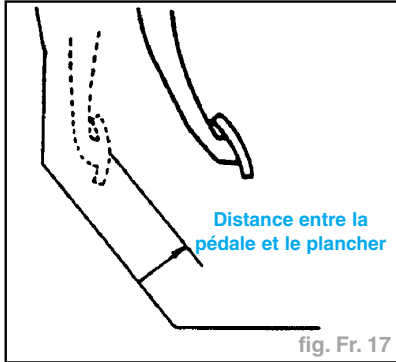

fig. Fr. 17
- Mettre le moteur en marche et s'assurer que la distance qui sépare le plancher et le centre du couvre-pédale est dans les limites spécifiées lorsqu'une force de **147 N** est exercée sur la pédale (fig. Fr. 17).